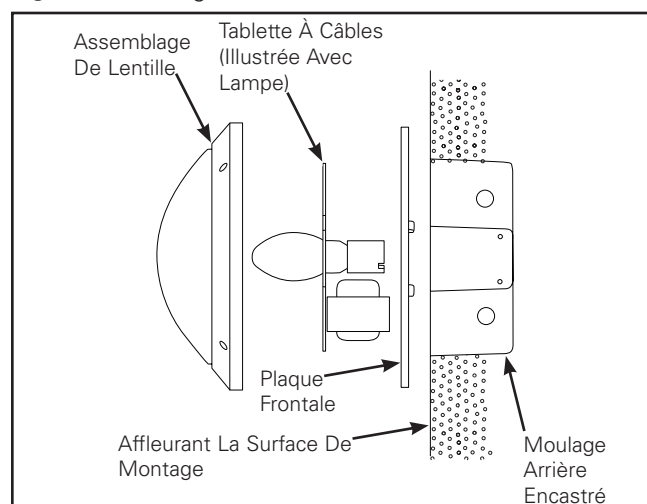

Figure 5. Assemblage lentille/plaque frontale pour modèles Harmony™
2. Pour préparer la plaque frontale, dévissez les vis à 6 lobes à l'avant de la lentille jusqu'à ce que la plaque frontale se détache (Figure 5. et 6.). Inspectez l'arrière de la plaque frontale. Assurez-vous que le joint